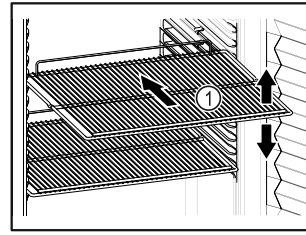

Fig. 71 Immagine a titolo di esempio
- Se è possibile spostare i ripiani Fig. 71 (1), regolarli in altezza.